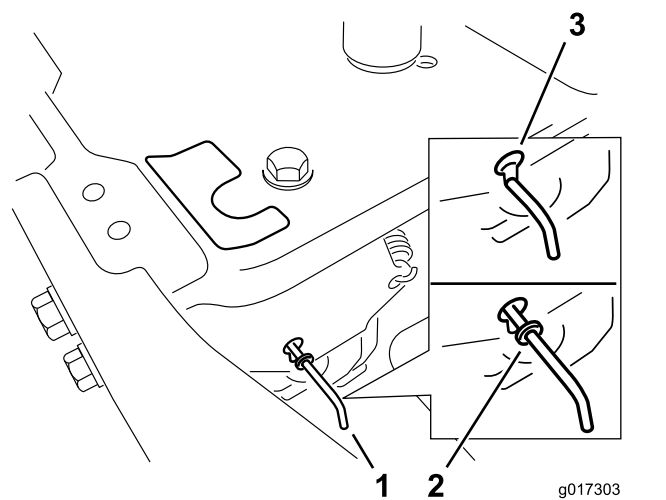

Figure 35
4. Déplacez les leviers de dérivation en avant dans l'encoche en trou de serrure, puis vers le bas pour les verrouiller en position (Figure 35).
Déplacez les leviers de dérivation en arrière dans l'encoche en trou de serrure, puis vers le bas pour les verrouiller en position, comme montré à la Figure 35.